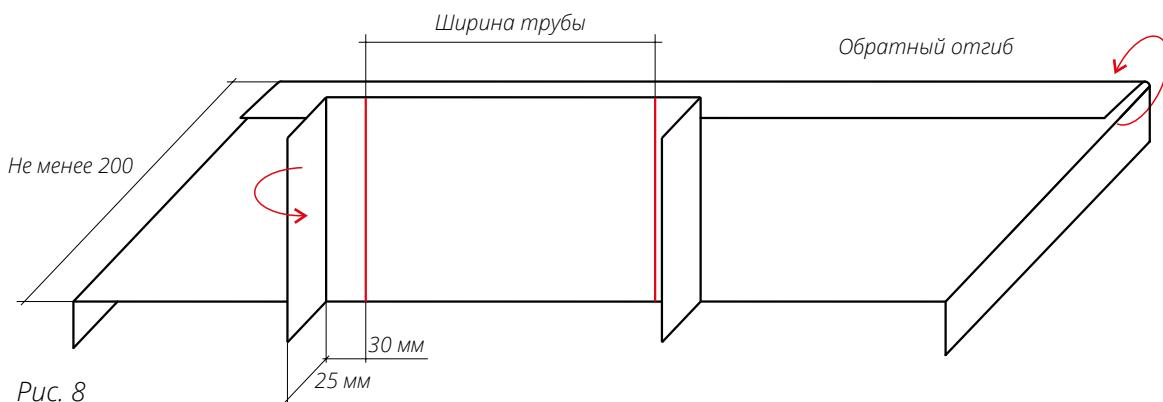

Рис. 8
■ Подготовьте верхний элемент юбки из Планки под конек или из плоского листа (рис. 8).